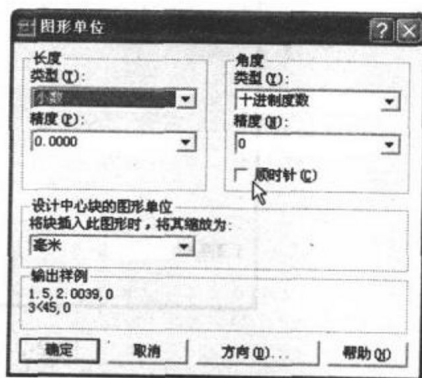

图 2-1 “图形单位”对话框
(1) 单击“标准”工具栏中的“新建”按钮口，打开“AutoCAD 2002 今日”窗口。在该窗口中单击“创建图形”选项卡，在“选择如何开始”下拉列表框中选择“默认设置”选项，然后选择“公制”选项创建新的图形文件。
(2) 选择“格式”|“单位”菜单项，弹出如图 2-1 所示的“图形单位”对话框，在其中可设定 AutoCAD 的绘图单位及精度。
(3) 选择“格式”|“图形界限”菜单项，设定绘图范围，命令行提示如下：